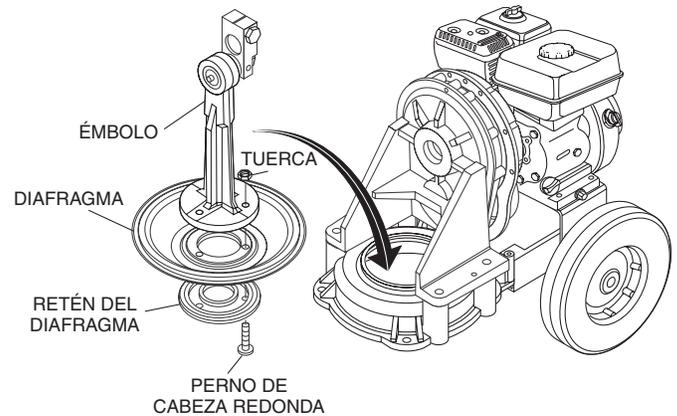

Figura 25. Reemplazo del diafragma
6. Quite los tres pernos de cabeza redonda (Figura 25) que fijan el diafragma a la base del émbolo. Quite el diafragma.